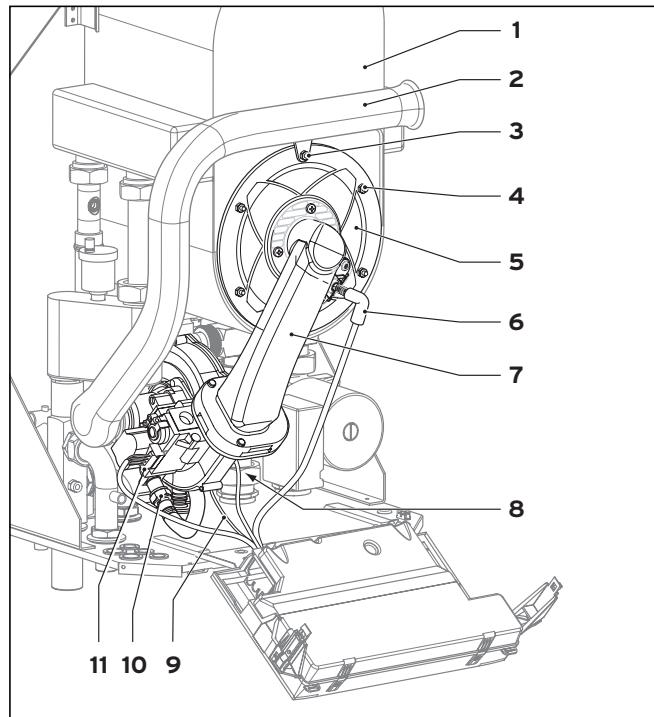
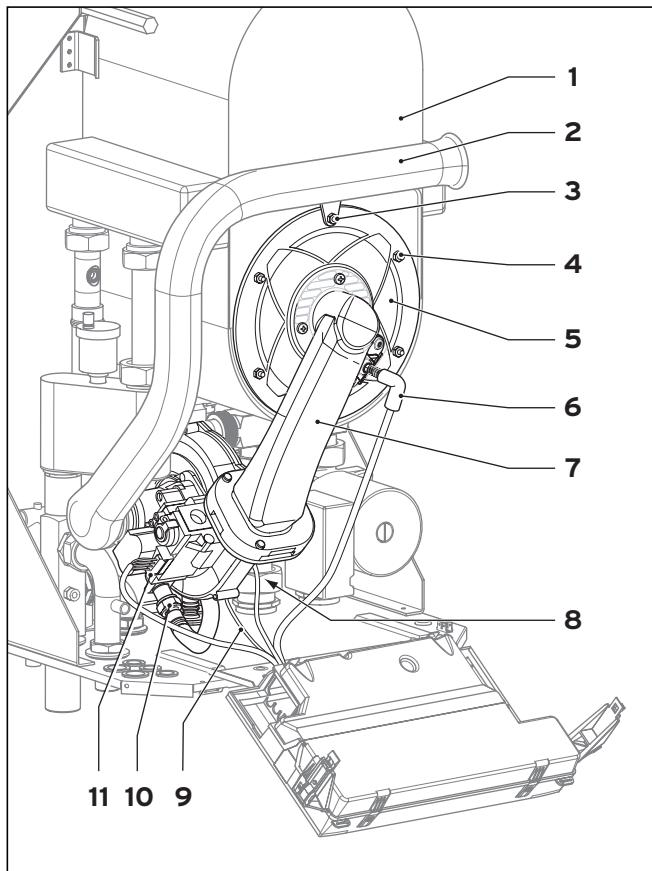

Fig. 7.1 Demontarea modulului termocompact
Fig. 7.3 Montarea modulului termocompact
Modulul termocompact constă din suflanta cu turație reglabilă, armătura de gaz, țeava de amestec și arzătorul cu flanșă. Aceste patru repere constituie împreună unitatea numită modul termocompact. Pentru demontare, procedați după cum urmează: (vezi fig. 7.1)
- Desfaceți șuruburile de fixare ale tubului de aspirare a aerului (3) și rabatați tubul (2) spre înainte; detașați tubul de aspirare a aerului de la ștuțul de aspirare.
- Scoateți cele două fișe ale conductorului de aprindere și de legare la pământ de la electrodul de aprindere (6).
- Desfaceți conducta de alimentare cu gaz (10) de la partea inferioară a armăturii de gaz (fig. 7.1).
- Scoateți cablul (8) de la motorul suflantei (cuplajul), cablul de semnal modulat în frecvență de sub suflantă (9) și cablul spre armătura de gaz (11).
- Desfaceți cele 6 piulițe (4).
- Introduceți modulul termocompact (5) pe schimbătorul integral de căldură prin condensătie (1) (fig. 7.3).
- Strângeți uniform și încrucișat cele 6 piulițe (4).
- Așezați tubul de aspirare a aerului (2, fig. 7.1) la ștuțul de aspirare și strângeți șurubul (3).
- Racordați conducta de alimentare cu gaz (10) cu o garnitură nouă (nr. piesă de schimb 981142) la armătura de gaz. Folosiți în acest scop o cheie fixă potrivită.
- Conectați cele două fișe ale conductorului de aprindere și de legare la pământ la electrodul de aprindere (6).
- Introduceți din nou cablul (8) la motorul suflantei (cuplajul), cablul de semnal modulat în frecvență de sub suflantă (9) și cablul spre armătura de gaz (11).